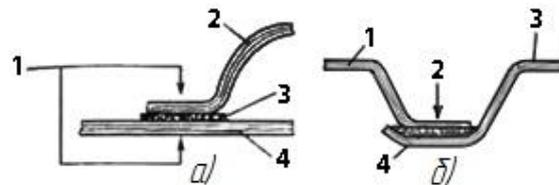

Рис. 6.21. Соединение слоистого пластика склеиванием:
6.8.2.3. Сколы, глубокие трещины, сквозные отверстия (рис. 6.21)
Склеивание: склеиваемые поверхности матируют наждачной бумагой. Следует применять специальные пасты, полиуретановые или гибридные клеи-герметики (например "Престокол" или Agaldite), с соблюдением указанных условий применения. Склеиваемые поверхности покрывают клеем, прижимают их друг к другу и удерживают, слегка прижимая, до затвердевания клеевого стыка (рис. 6.21).